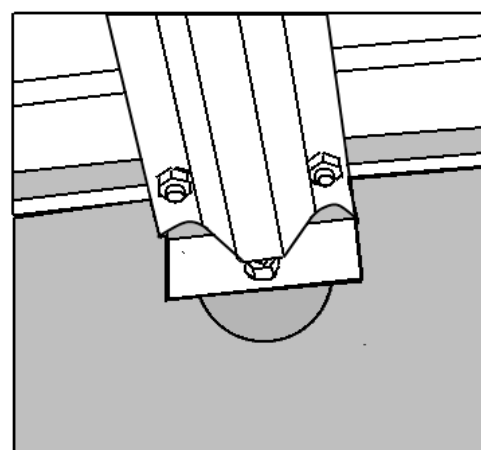

Рис.14 Установка стрингера к торцевой части
3.12.1. Возьмите собранный торец (пункт 3.11.6.) и положите его на ровный участок покрытием вниз. В местах крепления кронштейнов №17 с винтов скрутите гайки и установите стрингеры № 4, закрутив гайки обратно (см. Рис. 14).